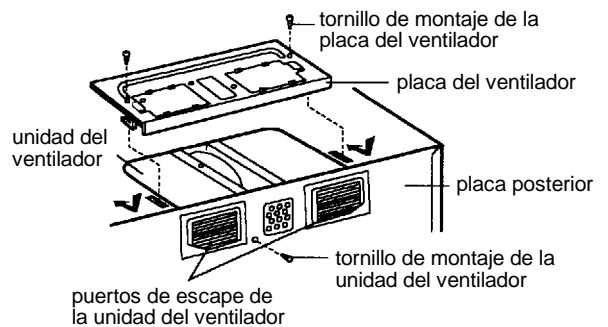

Figura 18
7. Vuelva a fijar la placa del ventilador al gabinete de manera que los puertos de escape y la abertura de la placa del ventilador queden bien alineadas. Fije un tornillo de montaje de la unidad del ventilador y después un o dos tornillos de la placa del ventilador. Vea la figura 18.